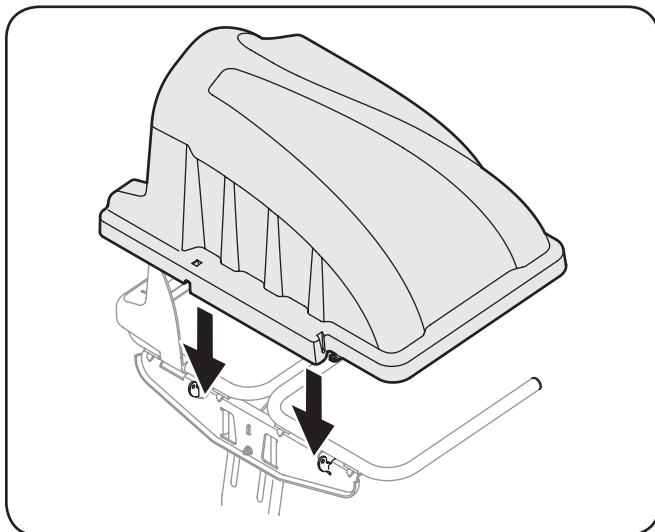

Figura 4-13
3. Instale la tapa del colector de césped en la unidad de soporte de las bolsas, como se muestra en la Figura 4-13. La tapa del colector de césped va dentro de las dos lengüetas de montaje sobre la unidad de soporte de las bolsas.